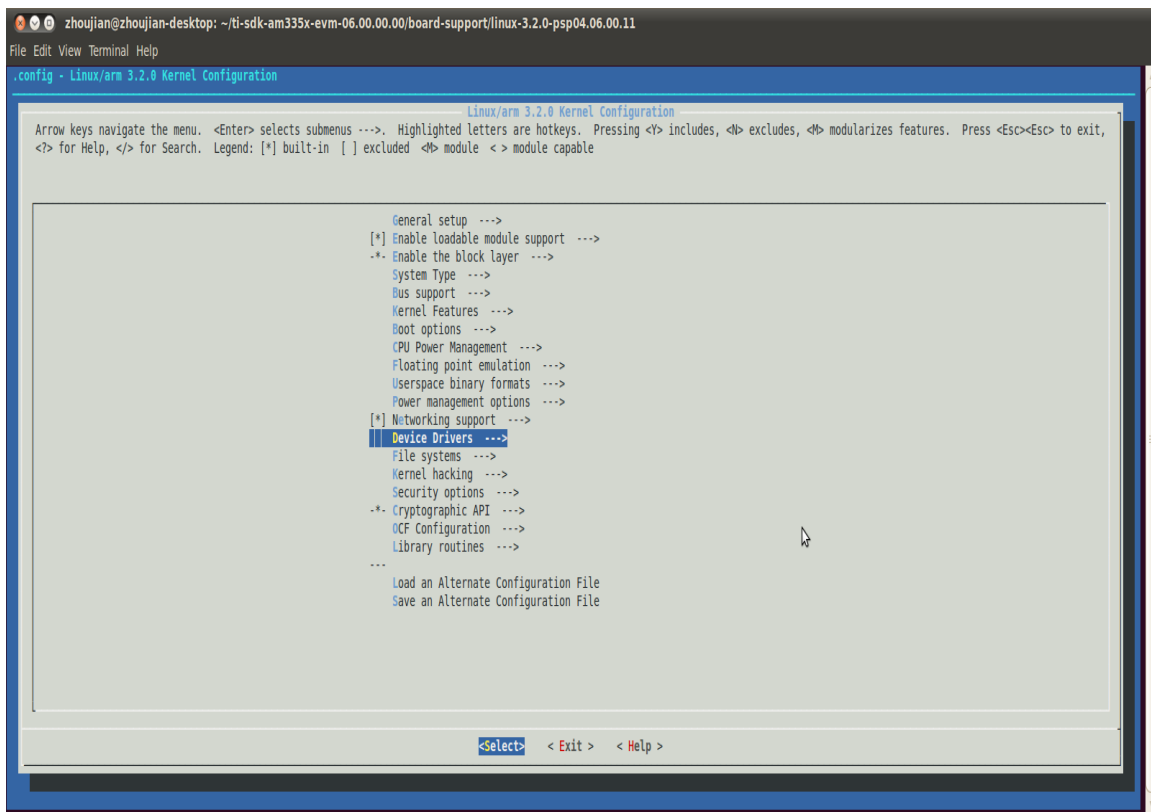
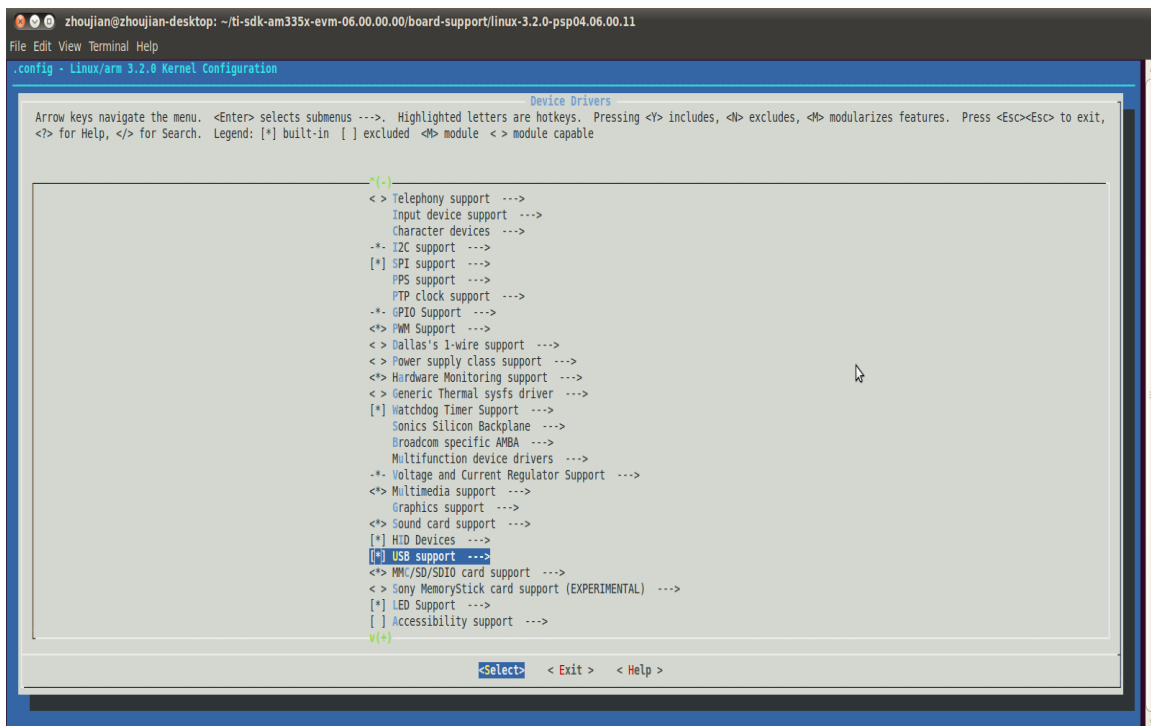
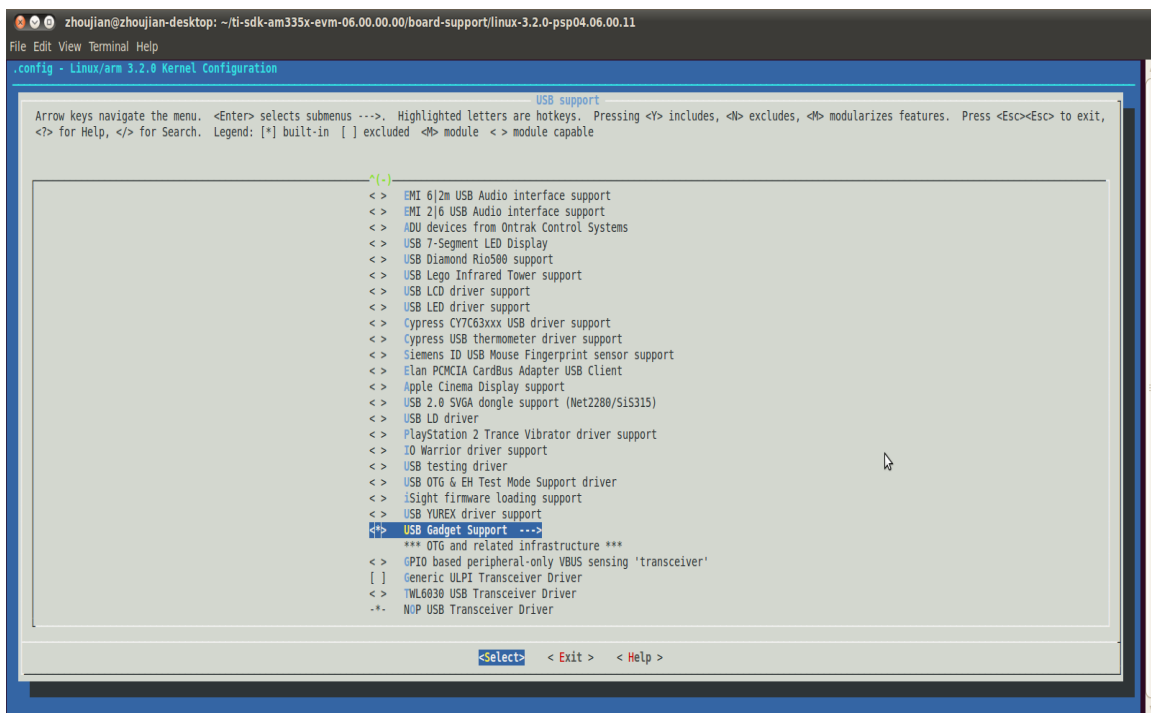
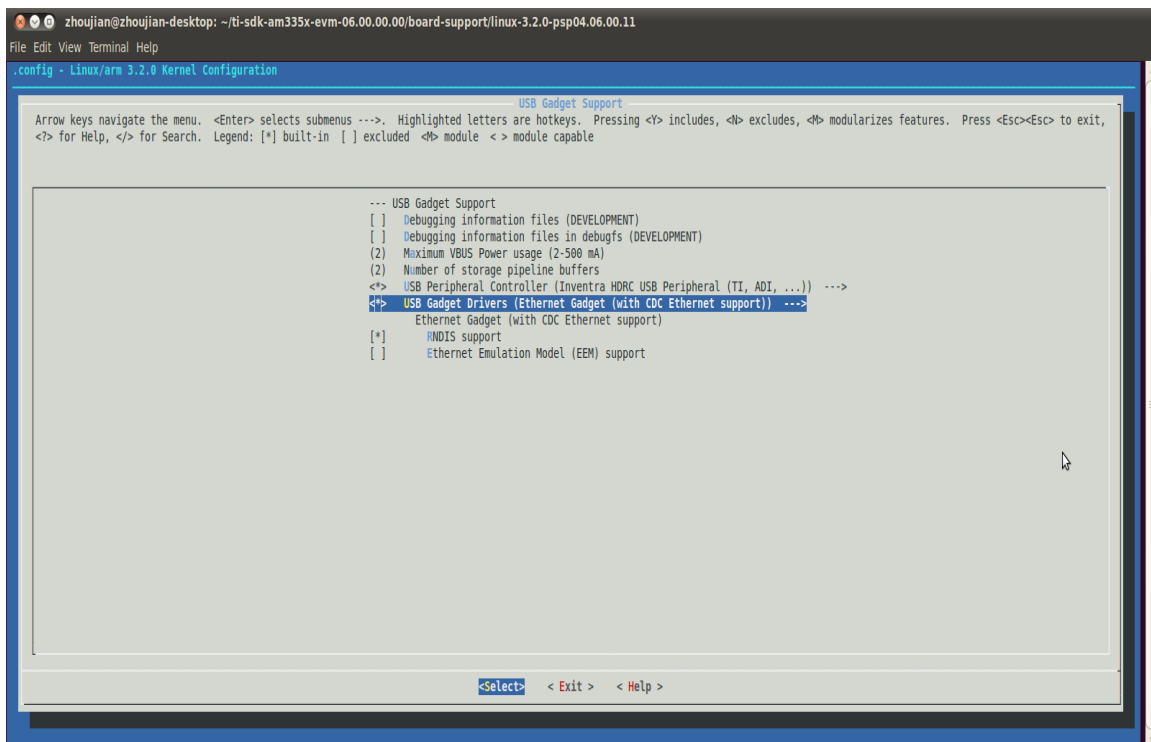

图 1-2 选择进入 Device Drivers
图 1-3 选择进入 USB support
图 1-4 选择进入 USB Gadget support
图 1-5 在 USB Gadget Drivers 中，只保留 Ethernet Gadget(with CDC Ethernet support)和 RNDIS support
2) 进入 Device Drivers，按照图 1-2，图 1-3，图 1-4 和图 1-5 配置 kernel 对 USB RNDIS 的支持